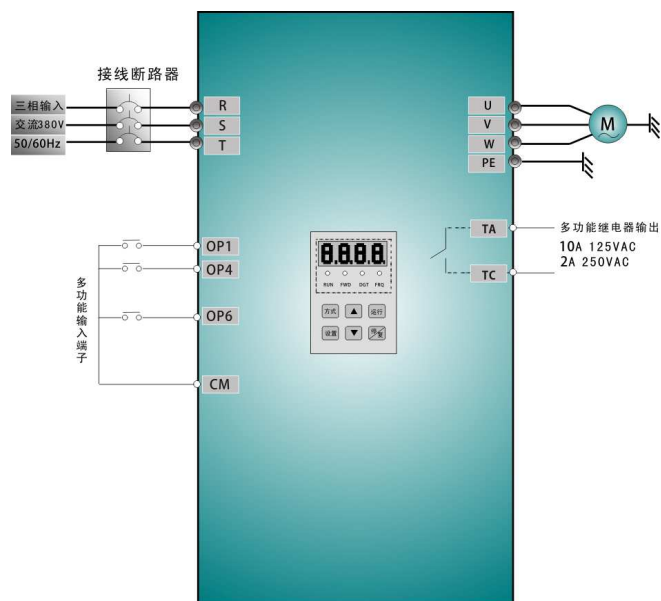

图 4-2 接线图 2
- (1) 按图 4-2 配线，检查接线正确后，合上空气开关，变频器上电；
- (2) 按方式键，进入编程菜单。
- (3) 设置变频器的功能参数：
- ① 进入 F203 参数，设置为 0，选择频率设定方式为数字给定记忆；
- ② 进入 F113 参数，设置目标频率为 50.00Hz；
- ③ 进入 F208 参数，设置为 1，选择二线控制模式 1（注意：F208 不等于 0 时，F200，F201，F202，不再有效）
- (4) 闭合 OP4 开关，变频器开始反向运行；
- (5) 在运行中，可按动▲和▼键，修改变频器当前频率；
- (6) 在运行中，断开 OP4 开关，再闭合 OP6 开关，电机运行方向改变；（注意：请用户根据负载情况设置正反转死区时间F120，如过短可能会出现变频器OC保护）
- (7) 断开 OP4 开关和 OP6 开关，电机减速，直到停止运行。
- (8) 断开空气开关，变频器断电。